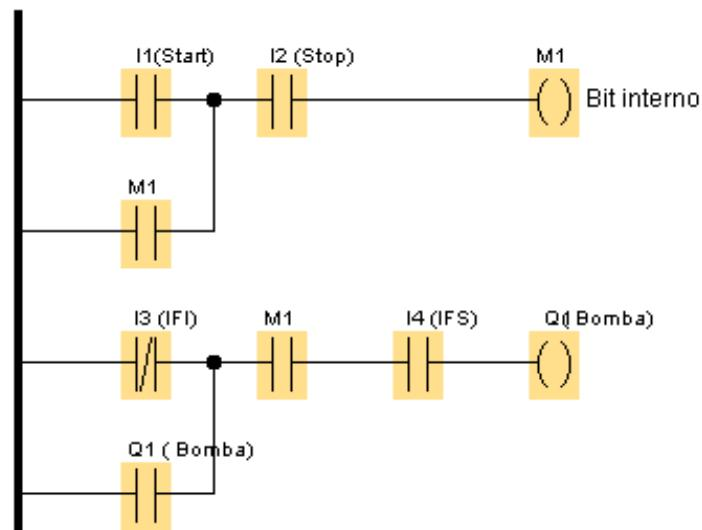
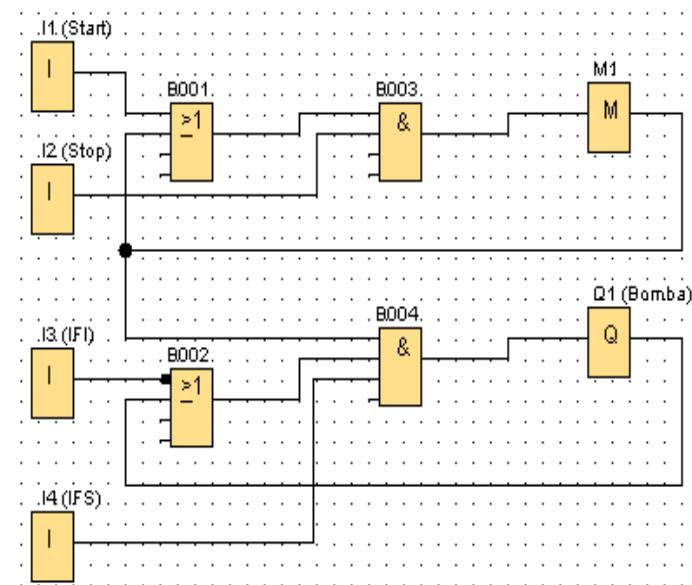

Figura 10. solución en esquema de contactos del programa de control de llenado de tanque.
Figura 11. Diagrama de bloques de función para el programa de control de llenado de tanque.
El LOGO! por defecto se programa en lenguaje de diagramas de bloques de función, pues es la única forma en que puede ser programado directamente con las teclas del panel de mando, sin embargo el LOGO!Soft Comfort ofrece la posibilidad de poder hacer el programa con esquemas de contactos cambiando las opciones del menú herramientas, aunque al visualizarlo en la pantalla integrada en el LOGO! se observe siempre como bloques de función. Por ello el programa se realizará utilizando el lenguaje por defecto, en la Figura 11 se muestra el mismo circuito de la Figura 10 hecho en diagrama de funciones lógicas.
En esta guía se realizará un tutorial para introducir el circuito de la Figura 11, siga los pasos que se muestran a continuación para simular y luego descargar la solución al módulo lógico LOGO!.
servirá únicamente para realizar alambrados en los bloques que están en el espacio de trabajo. Al acercar el cursor del mouse a un terminal de un componente como la I1 el terminal presenta un rectángulo azul, esto indica que puede conectar ese terminal a otro, de clic izquierdo en este terminal de origen y arrastre (sin soltar el botón del mouse) hasta la primera entrada del bloque OR superior (Ver Figura 11) donde aparecerá nuevamente el rectángulo azul seguido por un número 1, suelte el botón del mouse para finalizar la conexión.
13. Antes de hacer todas las demás conexiones por su cuenta observe en la Figura 11 el bloque OR inferior, verá que tiene un pequeño cuadrado negro en su entrada superior, esto indica que es una entrada negada, para negar esta entrada dé clic derecho sobre ella y del menú contextual que aparece seleccione la opción **Negar Conector**.
14. Realice todas las conexiones, teniendo presente que si requiere el movimiento de algún bloque o conexión puede usar la herramienta **selección** del *Editor de diagramas* (Figura 7). El circuito final deberá verse como el de la Figura 11.